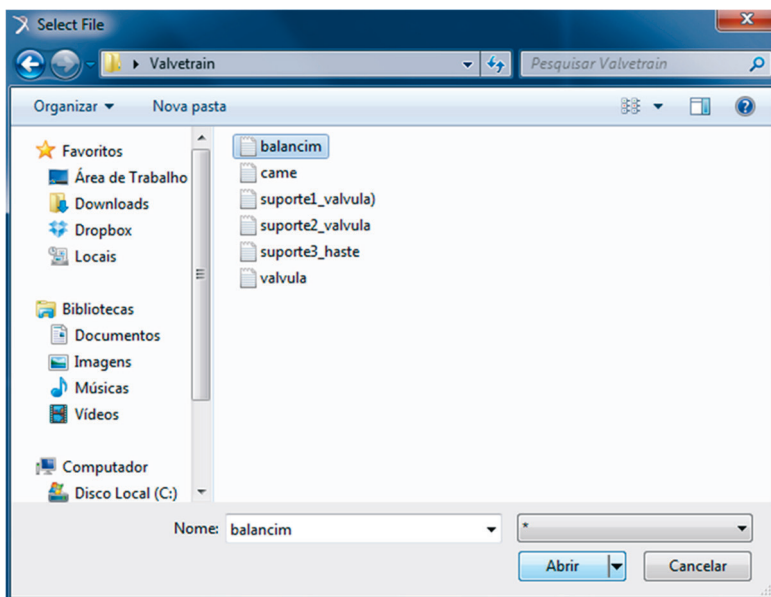

Figura 3.35 – Selecionando o arquivo com os pontos do balancim.
- A janela *Select File* aparecerá, conforme a Figura 3.35.